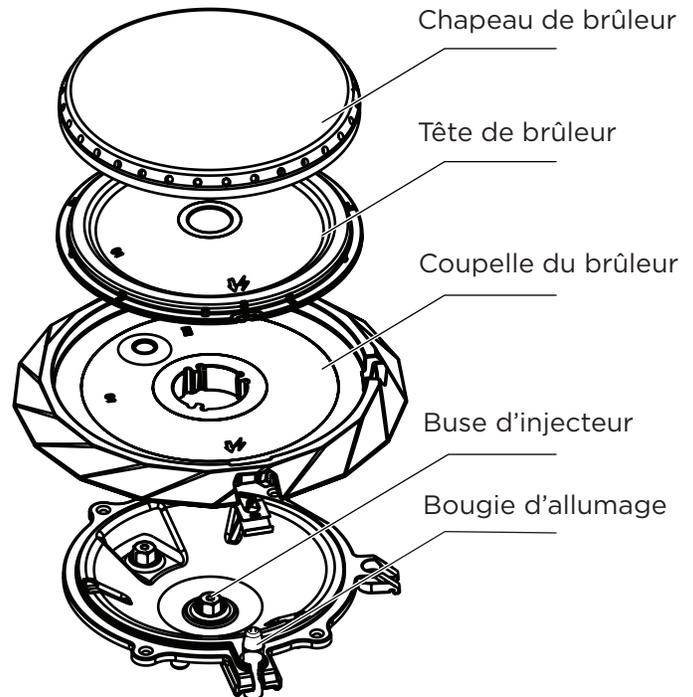

Figure 19: Composants de brûleurs scellés
1. Retirez le capuchon, la tête et la coupelle du brûleur (figure 19). Nettoyez le capuchon, la tête et la coupelle à l'eau chaude savonneuse et séchez-les complètement.